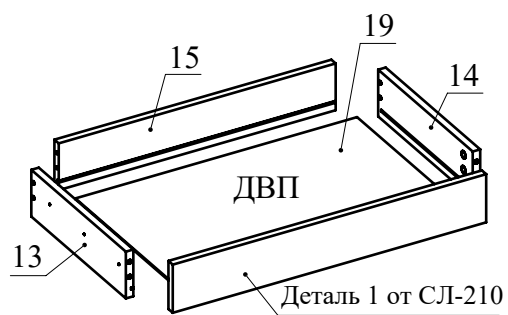

Рис.14
11. Соберите ящик. Для этого соедините детали 13 и 14 с деталью 15 при помощи конфирматов. Вставьте дно ящика 19 из ДВП в пазы деталей 13, 14, 15. Соедините фасад ящика от СЛ-210 с полученной конструкцией и затяните головки минификсов (Рис. 14).